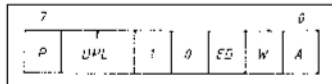

Bild 8.8 Steuerbyte eines Datensegment-Deskriptors
- Codesegmente mit der Eigenschaft *conforming*, zum Beispiel Module des Betriebssystems, können auch von weniger privilegierten Programmen, z.B. Anwenderprogrammen, aufgerufen werden (vergleiche Bild 8.8). Sie passen sich dabei der aufrufenden Privilegeebene an.